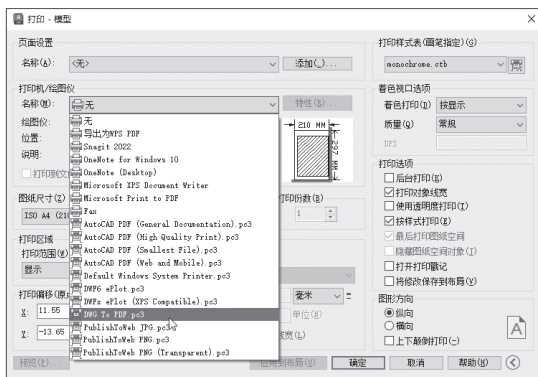

图 1-59
**步骤 02** 执行“打印”命令，打开“打印-模型”对话框，将“打印机名称”设置为DWG To PDF.pc3，如图1-59所示。